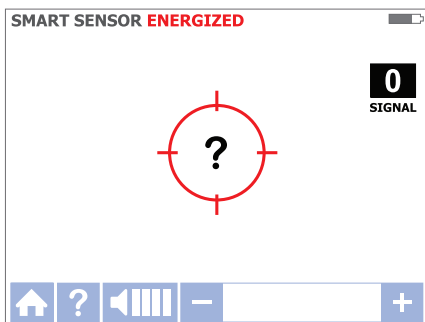

Figura 3.1c
3. Segure o recetor com o Sensor inteligente na traseira da unidade voltado para a área alvo. Se o ecrã apresentar um "?" intermitente num alvo vermelho, significa que não foi detetado nenhum sinal. Mova o Sensor inteligente para mais próximo da área alvo até que o sinal seja detetado e seja apresentada uma seta direcional. Se não for detetado nenhum sinal, aumente a sensibilidade usando o botão "+" no recetor. (ver Figura 3.1c)\*